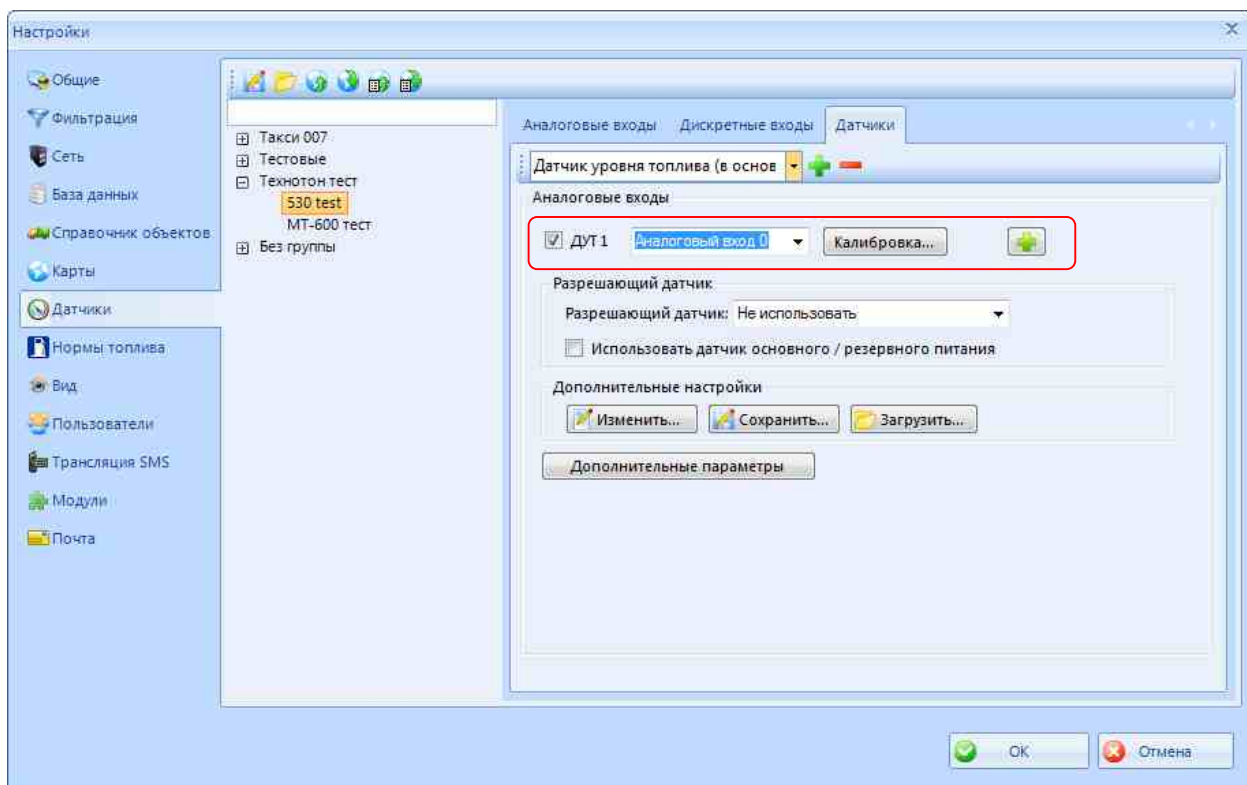

Рисунок 3
3.4. На вкладке «Датчики» добавляется «Датчик уровня топлива». В настройках датчика указывается (Рис.3):